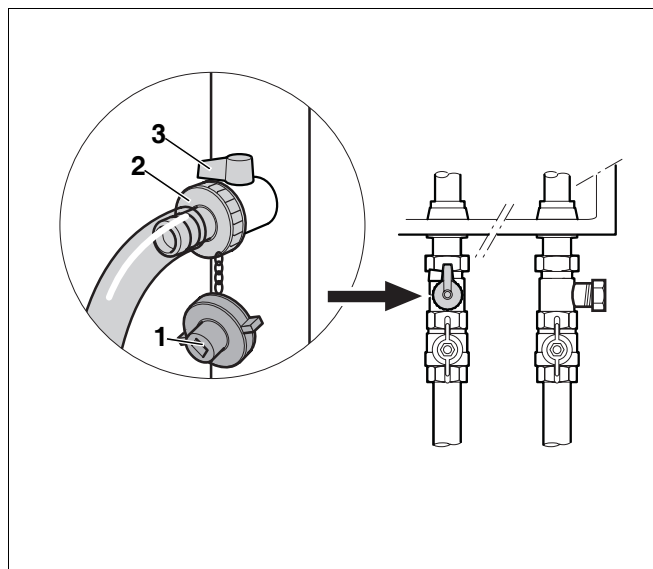

Abb. 12 Füll- und Entleerungshahn
- Schrauben Sie die Verschlusskappe (Abb. 12, **Pos. 1**) des Füll- und Entleerungshahnes (Abb. 12, **Pos. 3**) ab.
- Schrauben Sie die Schlauchtülle (Abb. 12, **Pos. 2**) auf den Füll- und Entleerungshahn.
- Öffnen Sie den Füll- und Entleerungshahn (Abb. 12, **Pos. 3**).
- Wenn der empfohlene Wasserdruck von 1,5 bar („P1.5“) erreicht ist, schließen Sie den Wasserhahn und den Füll- und Entleerungshahn (Abb. 12, **Pos. 3**, Seite 21).